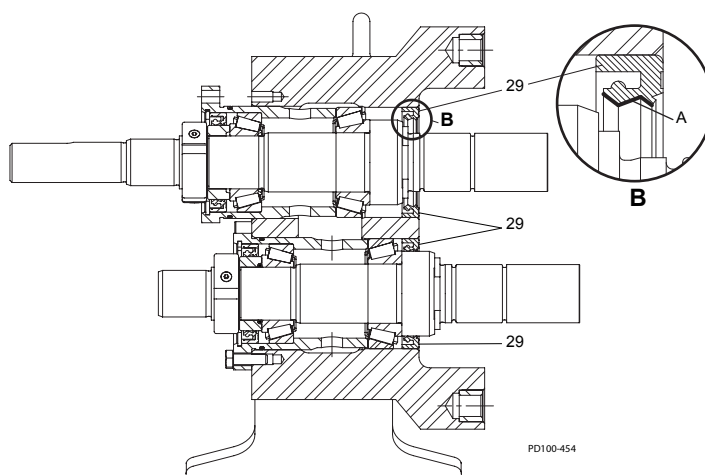
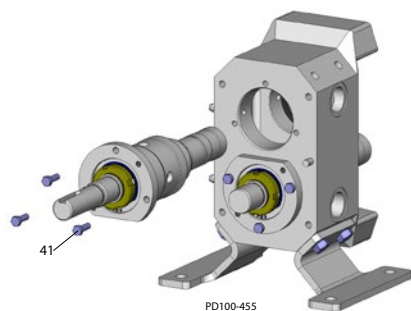

Figure 48 - Appliquez de la graisse de roulement
Figure 49 - Serrez avec les vis d'assemblage
1. Voir Figure 48. Appliquez une couche de graisse de roulement dans le diamètre interne (objet A) des joints à lèvre avant (objet 29).
2. Installez les ensembles de l'arbre dans la boîte d'engrenages et fixez-les avec les vis d'assemblage (Figure 49, objet 41). Appliquez un léger film de graisse de roulement sur les alésages et cuvettes de roulement pour faciliter l'installation. Soyez prudent pour éviter d'endommager les joints à lèvres (Figure 48, objet 29) durant l'assemblage.